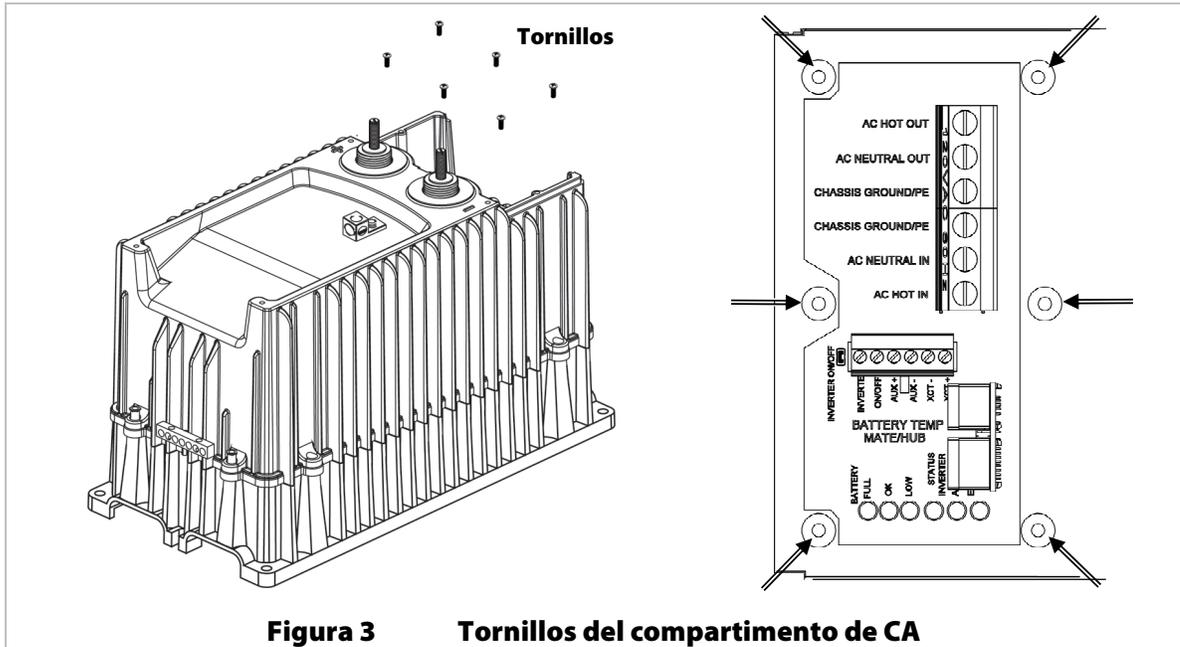

Figura 3 Tornillos del compartimento de CA
- Use un destornillador Philips n.º 2 para retirar los 6 tornillos del compartimento de cableado de CA. Consulte la Figura 3.